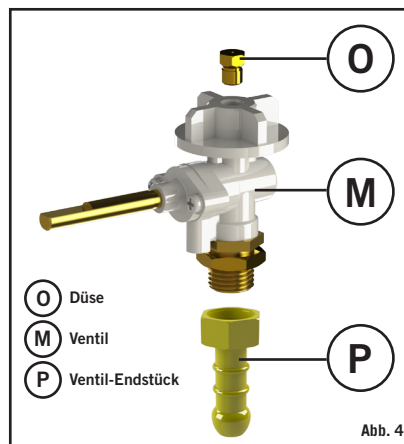

Abb. 4
- Die korrekten passenden Gewinde an beiden Enden des Schlauches auf das linke 1/4" (0,64 cm) BSP-Gewinde des Ventils (O) (Abb. 4) aufschrauben. Fügen Sie am anderen Ende des Schlauches einen geeigneten 50 mbar Niederdruck-Regler an. Der Schlauch muss die Auflagen von DIN 4815 Teil 2 oder ähnlich erfüllen.